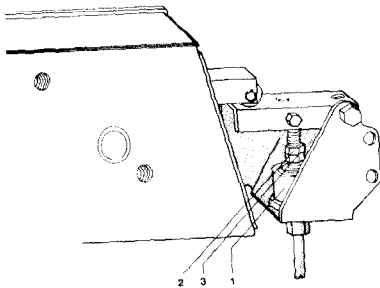

Fig. 58
Sollte der Hydraulikzylinder (Fig. 58/1) den Schaltkasten nicht umschalten, sind folgende Einstellungen bei ausgefahrenem Zylinder vorzunehmen:
- Kontermutter (Fig. 58/2) lösen.
- Mutter (Fig. 58/3) so weit nach links drehen, bis der Schaltkasten hörbar umschaltet, danach die Mutter zwei Umdrehungen weiterdrehen und kontern.
- Kontermutter (Fig. 58/2) festziehen.